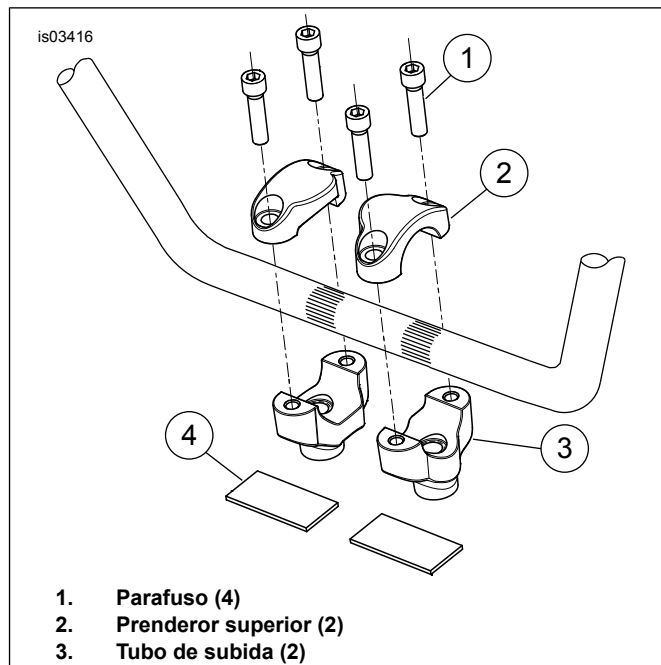

Figura 3. Orientação do tubo de subida – FLSTF
- b. Veja Figura 3. Instale os novos tubos de subida (kit N.º 56789-05) sem apertar, orientado como mostrado, até a árvore tripla superior, usando os parafusos, arruelas de pressão e arruelas originais. Instale o cabo de terra e a arruela de pressão dentada interna no parafuso do tubo de subida do lado direito.
- d. Instale os dois prendedores superiores (2) nos tubos de subida sobre o guidom usando quatro parafusos (1) incluídos no kit.